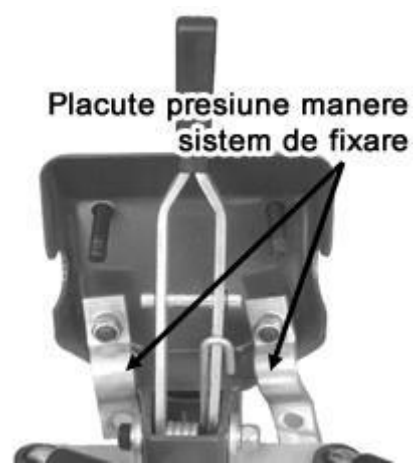

Figura 11
10. Rotiti la 180 de grade cele doua placute de presiune ale manerului. Consultați Figura 11.